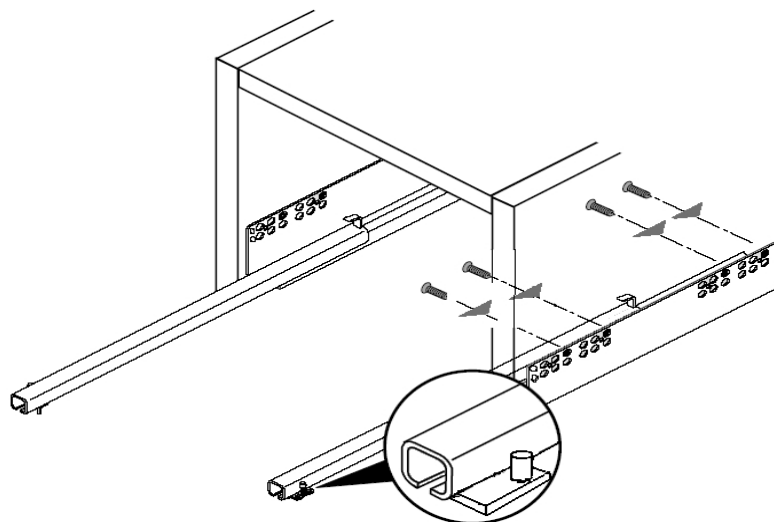

Рис. 2
2. На боковые стенки (25), (52), перегородки (26), (62) установить направляющие Push для выдвижных ящиков с помощью винтов 6,3x10,5 - первое отверстие на щите совместить с четвертым отверстием в верхнем ряду на направляющей (см. схему сборки и рис.2).
3. Установить подпятники на основание (22) (см. схему сборки).
4. Установить полкодержатели на перегородки (26), (62).